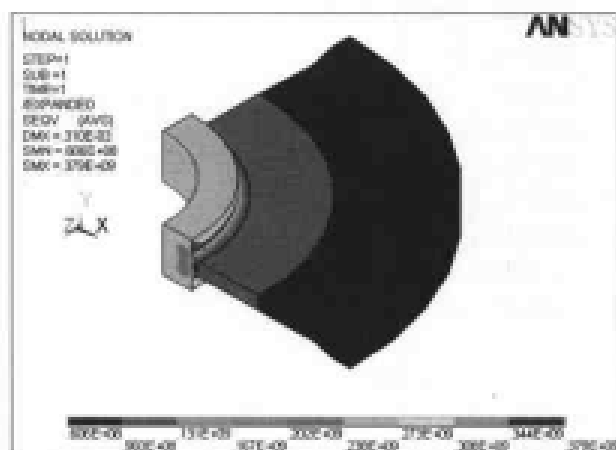

图 13-52 等效应力场分布等值线图
(11) 选择 Main Menu | General Postproc | Plot Result | Contour Plot | Nodal Solu 命令, 出现 Contour Nodal Solution Data 对话框, 选择 Nodal Solution | Stress | von Mises stress 选项, 单击 OK 按钮, ANSYS 窗口显示等效应力场分布等值线图, 如图 13-52 所示。
(12) 选择 Utility Menu | File | Exit 命令, 出现 Exit from ANSYS 对话框, 选中 Quit-No Save! 单选按钮, 单击 OK 按钮, 关闭 ANSYS。